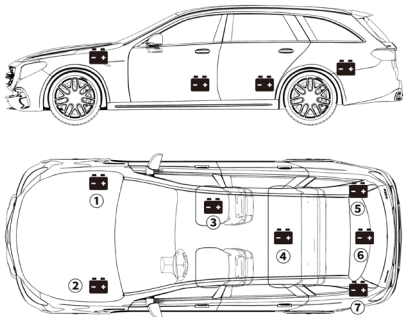

Figure 3.1.1
- 1) Sur la plupart des modèles, la batterie se trouve dans le compartiment moteur, sous le capot, dans l'un des coins avant. Voir la position de la batterie ① et ② dans la figure 3.1.1.
- 2) Pour équilibrer la répartition inégale du poids, certains constructeurs conservent le moteur dans le coffre. Voir la position de la batterie ⑤ , ⑥ et ⑦ dans la figure 3.1.1. Dans ce cas, la batterie peut avoir un couvercle en plastique qui doit être retiré avant tout test.
- 3) Sur certains modèles, la batterie peut être rangée sous le siège arrière. Voir l'emplacement de la batterie ④ dans la figure 3.1.1.
- 4) Pour les autres véhicules, la batterie peut être rangée sous le siège du passager. Voir l'emplacement de la batterie ③ dans la figure 3.1.1.